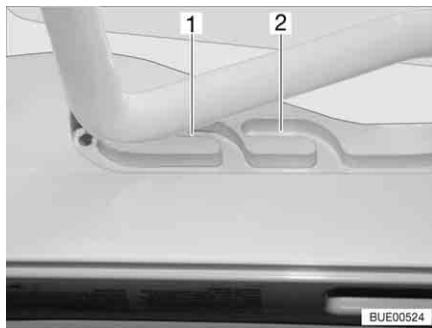

Fig. 15 Oblò inclinabile in posizione di ricircolo d'aria
È possibile portare l'oblò inclinabile in due posizioni di ricircolo d'aria: Posizione brutto tempo (Fig. 15,1) e posizione centrale (Fig. 15,2).
- Premere la staffa leggermente verso l'alto e spingerla nella guida selezionata (Fig. 15,1 o 2).